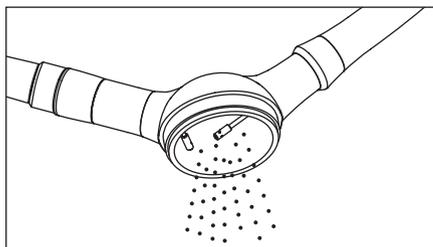

Рис. 4
- 1) Откройте колпачок контейнера порошка и удалите остатки чистящего порошка. (Рис. 4)